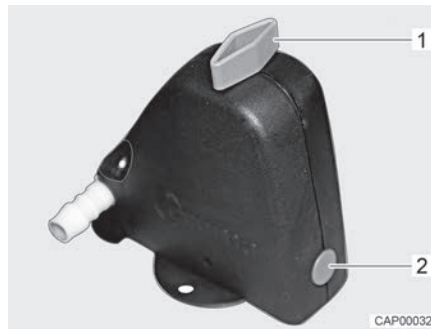
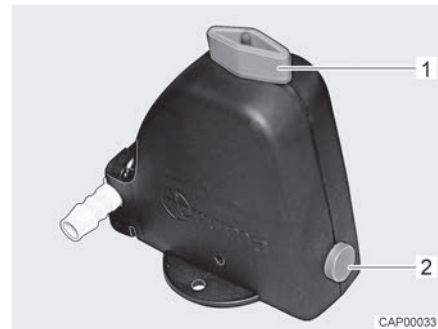

Bild 157 Sicherheits-/Ablassventil geschlossen
Bild 158 Sicherheits-/Ablassventil geöffnet
- Sicherheits-/Ablassventil (Bild 157) öffnen. Dazu Drehknopf (Bild 157,1) längs zum Sicherheits-/Ablassventil drehen. Der Druckknopf (Bild 157,2) springt heraus. Das geöffnete Sicherheits-/Ablassventil ist in Bild 158 dargestellt.